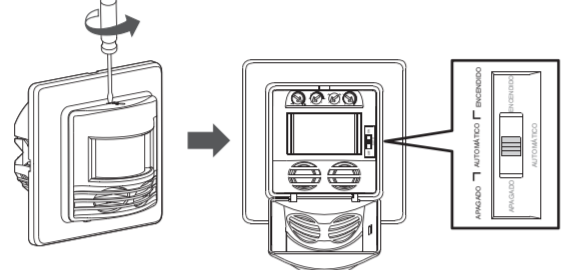

FIG.1
ENCENDIDO (ON): Mueva el botón hacia la posición de ENCENDIDO (ON), la iluminación conectada se mantendrá ENCENDIDA (ON) por cuatro horas, durante este tiempo la LED titilará lentamente durante 1 seg. ENCENDIDA (ON) 5 seg. APAGADO (OFF). 4 horas después, la carga se apagará y el detector regresará a modo AUTOMÁTICO (AUTO). (Ver FIG. 1)